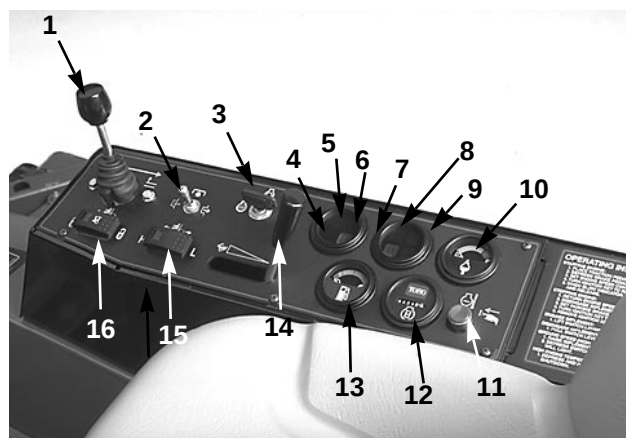

Fig. 9
Løftehåndtag (Fig. 9)—Med dette håndtag løftes og sænkes klippeenheten.
Kraftudtagskontakt (Fig. 9)—Kraftudtagskontakten har tre stillinger: TILKOBLET (ON—engage), fristilling (NEUTRAL) og FRAKOBLET (OFF—disengage). Kraftudtagskontakten løftes langsomt og skubbes fremad til TILKOBLET stilling for at starte redskabet eller klippeenhedens knive. Træk langsomt kontakten bagud til FRAKOBLET (OFF) for at standse redskabet. Det eneste tidspunkt, hvor kraftudtagskontakten skal være i TILKOBLET stilling, er når redskabet eller klippeenheten er sænket i arbejdsstilling.
Tændingskontakt (Fig. 9)—Tre stillinger: AFBRUDT (OFF), TILSLUTTET (ON)/forvarm (preheat) og START.
Ladekontrollampe (Fig. 9)—Lyser, når der er en fejl i systemets ladekredsløb.
Kontrollampe for lav kølevæskestand (Fig. 9)—Angiver, at kølevæskestanden er lav.